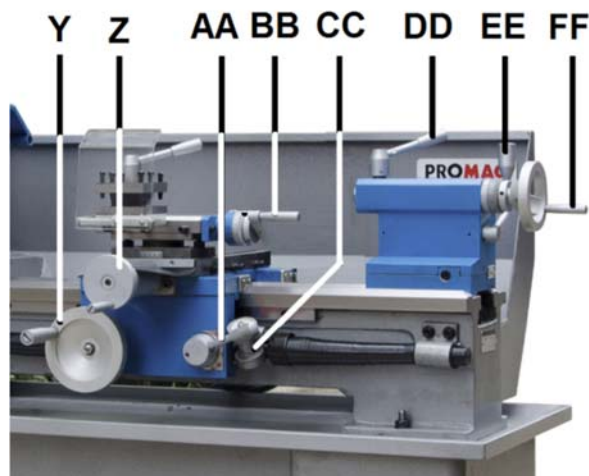

Abb. 10-6: Bedienelemente der Maschine
Schlosskastenverstellweg (Y, Abb. 10-6), Querverfahrweg (Z) und Oberschlittenverfahrweg (BB) können auf Längs- und Planvorschub eingestellt werden.
Den Mutterschlosshebel (AA, Abb. 10-6) nach unten drücken, um den automatischen Längsvorschub zu aktivieren. Zum Deaktivieren nach oben drücken.
Die Halbmutter (AS, Abb. 10-6) einrücken.